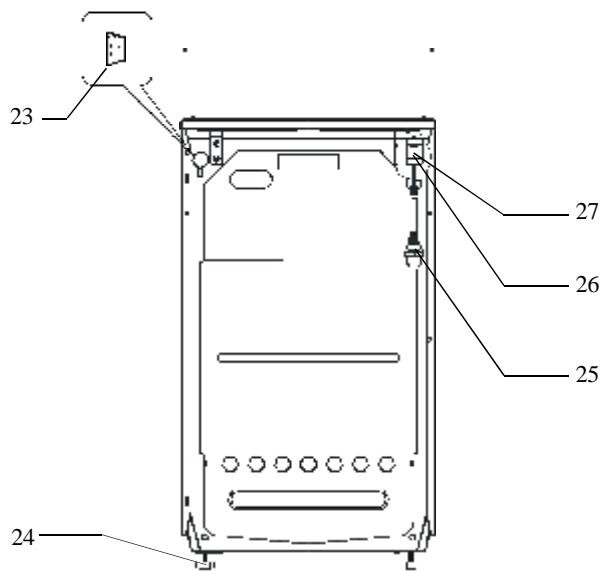

Рисунок 2 — Вид плиты сзади
6.4 Вкрутить ножки плиты 24 (рисунок 2) в опоры и, регулируя высоту ножек, установить стол в горизонтальное положение.